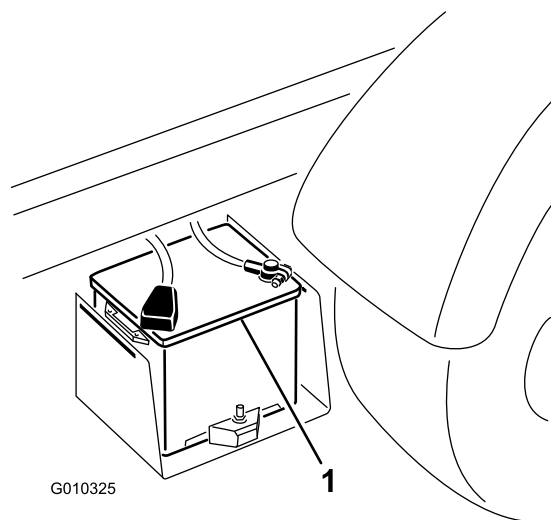

Figure 50
2. Raccordez un câble de démarrage entre les bornes positives des 2 batteries (Figure 50).